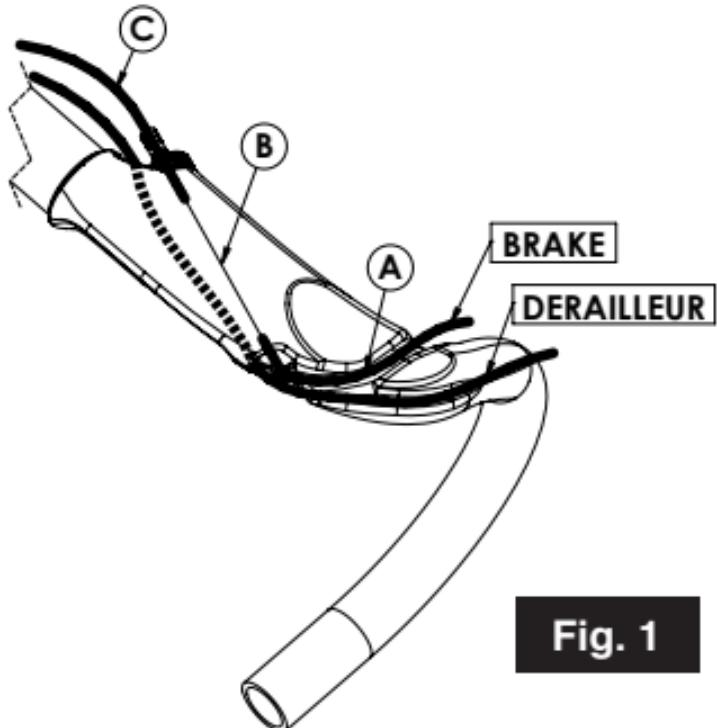
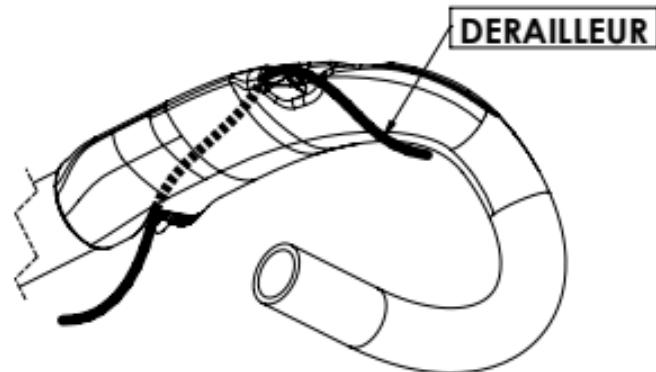

Fig. 1
Fig. 2
## **SMISTAMENTO DEI FRENI (Fig.1)**
## ROUTAGE DES DERAILLEURS (Fig.1 & 2)
In base al modello di rotella, la guaina del deragliatore deve passare nella scanalatura esterna del manubrio (Fig. 1), ossia sotto il manubrio (Fig. 2).
**Gruppo elettrico:** Il percorso è il medesimo. Far passare il filo nella scanalatura esterna del manubrio (Fig.1) e fissarlo con del nastro adesivo.